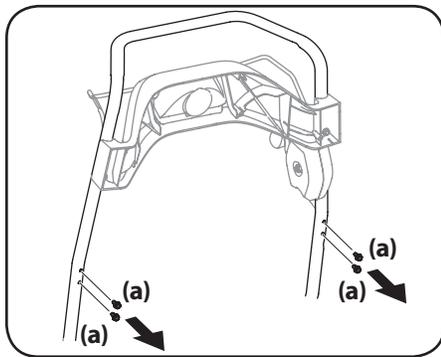

Figure 2-10
1. Retirez les boulons hexagonaux (a) de la partie arrière de la poignée (deux boulons sur chaque côté). Voir Figure 2-10.